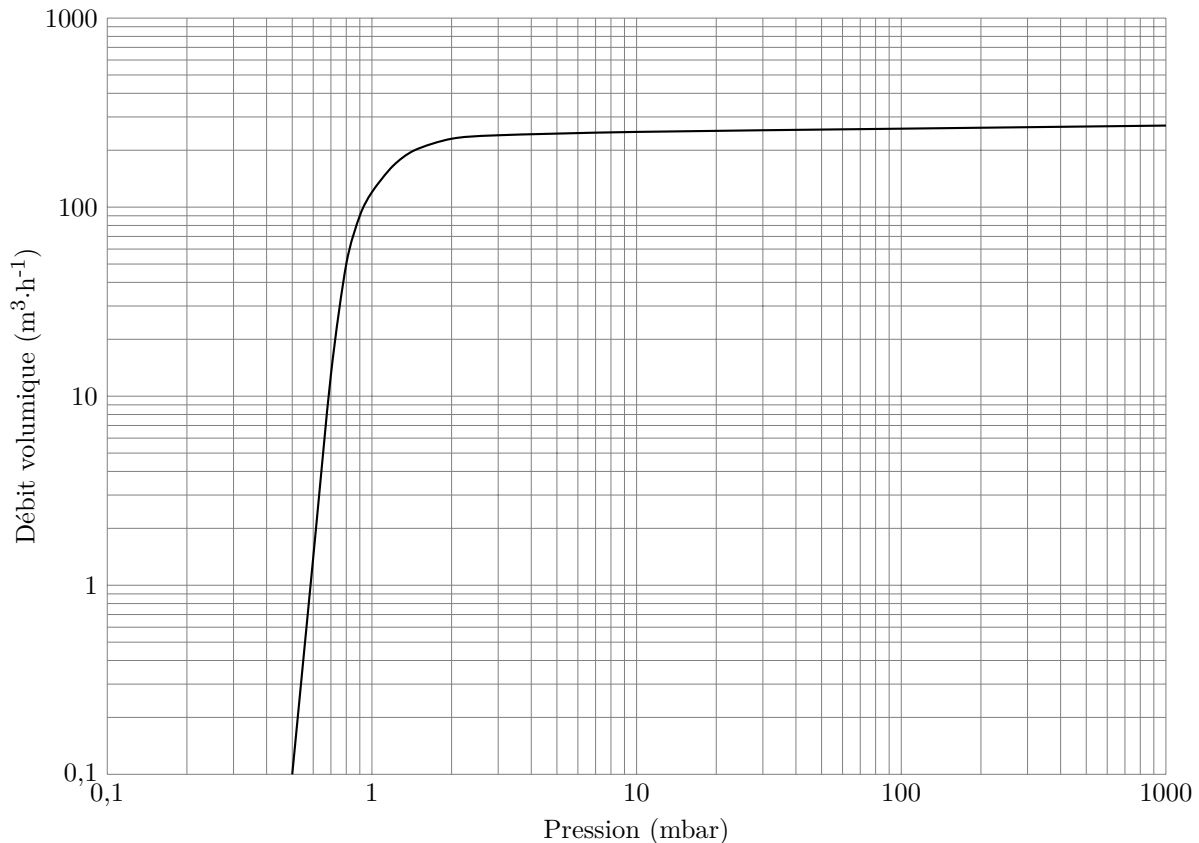

Figure 2 Caractéristique de la pompe Becker U 4.300³
- I.A.2)** La **figure 2** présente la caractéristique (c'est-à-dire le débit volumique D en fonction de la pression P dans le réservoir) d'une pompe à palette à gros débit.
- b) On fait l'hypothèse qu'un volume d'air V_f , à la pression P_0 et à la température T , est réintroduit dans le réservoir à chaque cycle de pompage. Montrer que cette hypothèse permet de mieux rendre compte de la caractéristique de la pompe donnée **figure 2**.
- e) Est-ce que la modélisation du fonctionnement de la pompe à palette faite à la **question b)** permet de rendre compte correctement de la caractéristique présentée à la **figure 2** ?
On installe N pompes identiques placées tous les 2 km du trajet. La caractéristique $D = f(P)$ de ces pompes est celle présentée en **figure 2**.
I.B.3) Déterminer les valeurs numériques du volume V du tube et du nombre N de pompes. Puis en utilisant la figure 2, calculer numériquement le temps nécessaire pour atteindre la pression $P = 2$ mbar dans le tube à partir de la pression atmosphérique.